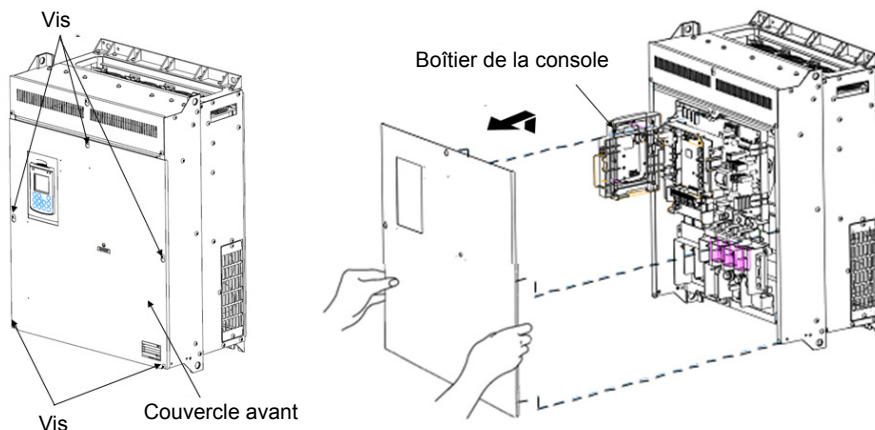

Figure 2.3 Retrait du couvercle avant et de la plaque de câblage (FRN110AR1S-4□)
(2) 110 à 710 kW
- ① Desserrez les vis du couvercle avant, saisissez les extrémités droite et gauche du couvercle avant, et faites-le glisser vers le haut pour le retirer.
- ② Après avoir effectué les connexions de câblage nécessaires, alignez le haut du couvercle avant sur les orifices de l'unité et remettez le couvercle en place en effectuant en sens inverse les opérations représentées sur la figure 2.3.